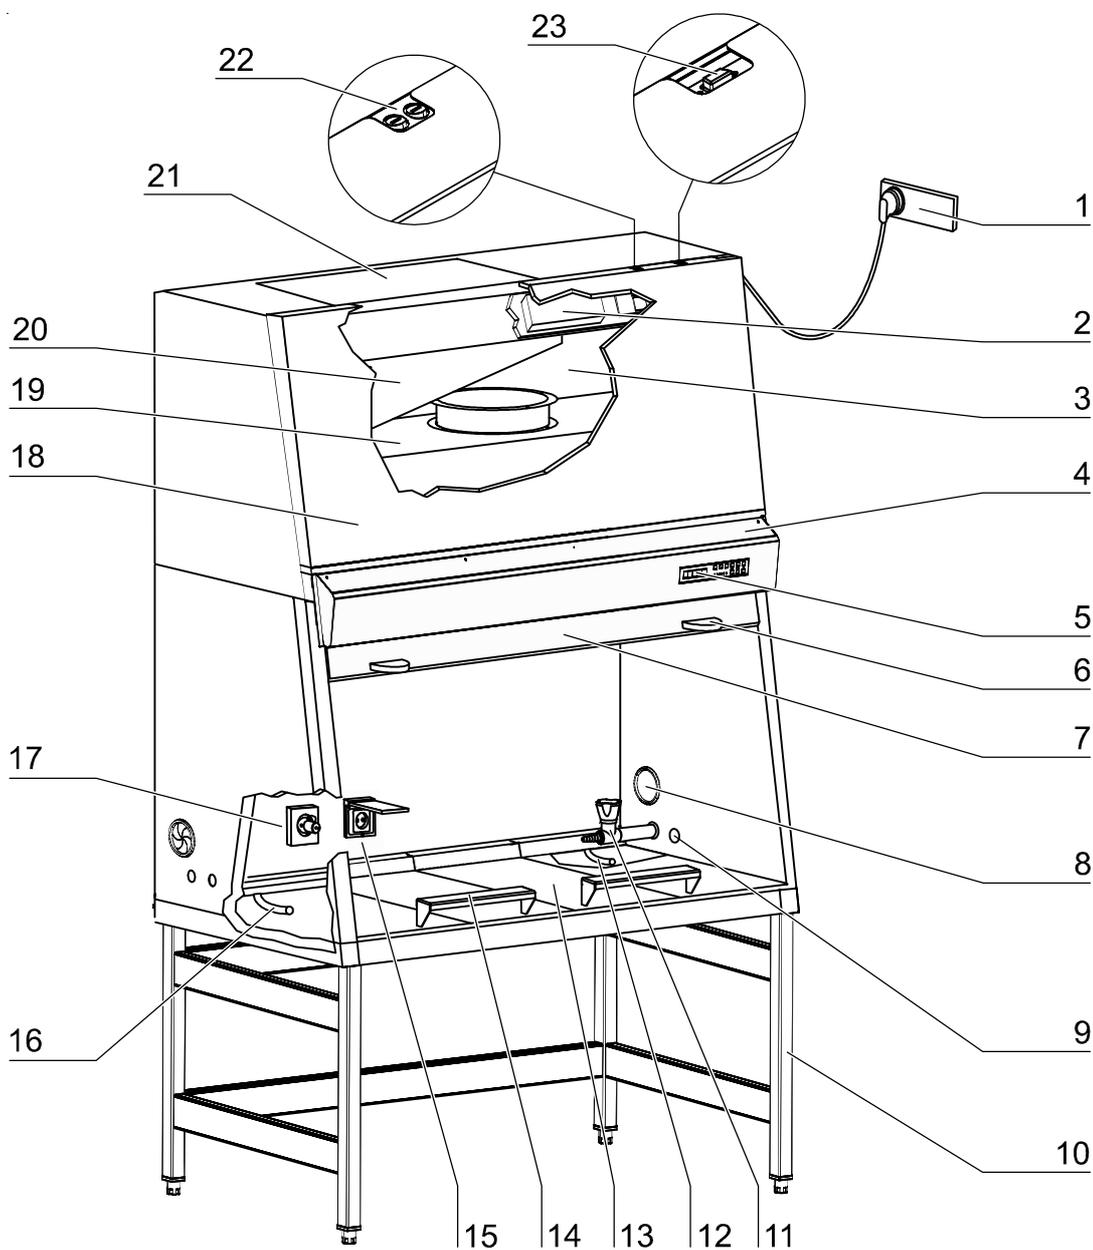

Fig. 3
- **Fig. 3:** Gruppo plenum [3] con plenum per la circolazione dell'aria di ricircolo [19] e plenum per la circolazione dell'aria di scarico [20]. Vicino al relativo plenum è montato il filtro per la circolazione dell'aria ed il filtro dell'aria di scarico. L'aria di scarico viene emessa attraverso l'apertura [20] nell'ambiente dell'apparecchio. Il gruppo plenum è coperto con un rivestimento [18].